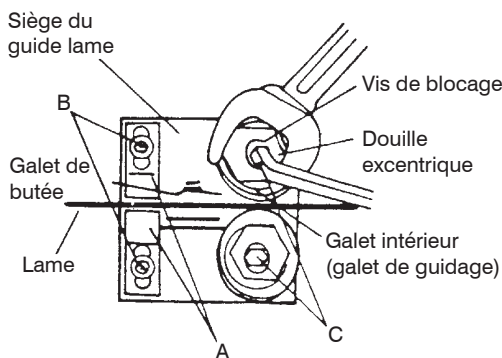

Fig. 9
2. Desserrez les guides-lames (A, Fig. 9) en dévissant les vis (B) et éloignez-les de la lame en les faisant glisser.
3. Desserrez les vis de blocage (C) au moyen d'une clé hexagonale.
5. Resserrez les vis de blocage (C).
6. Remettez les guides-lames en place en les faisant glisser de manière à ce qu'ils viennent s'appuyer contre la lame, puis resserrez les vis (B).